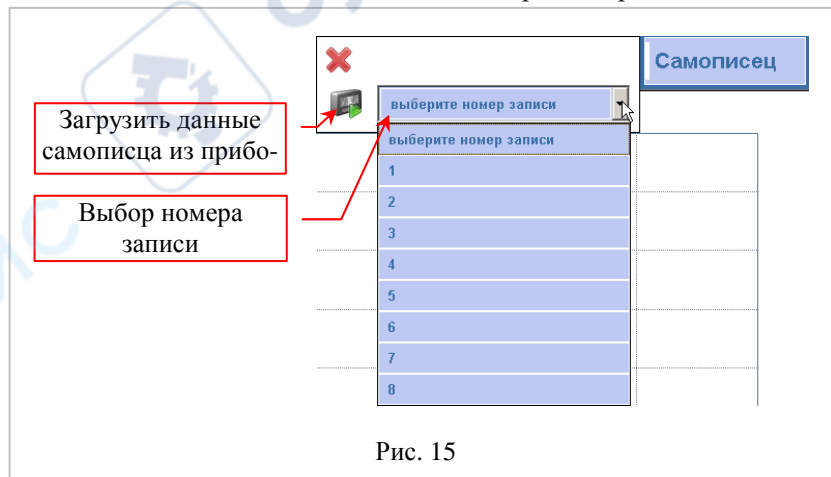

Рис. 15
2.4.3.4 Нажатие кнопки «Самописец» открывает панель работы с записями самописца прибора. Рис.15.